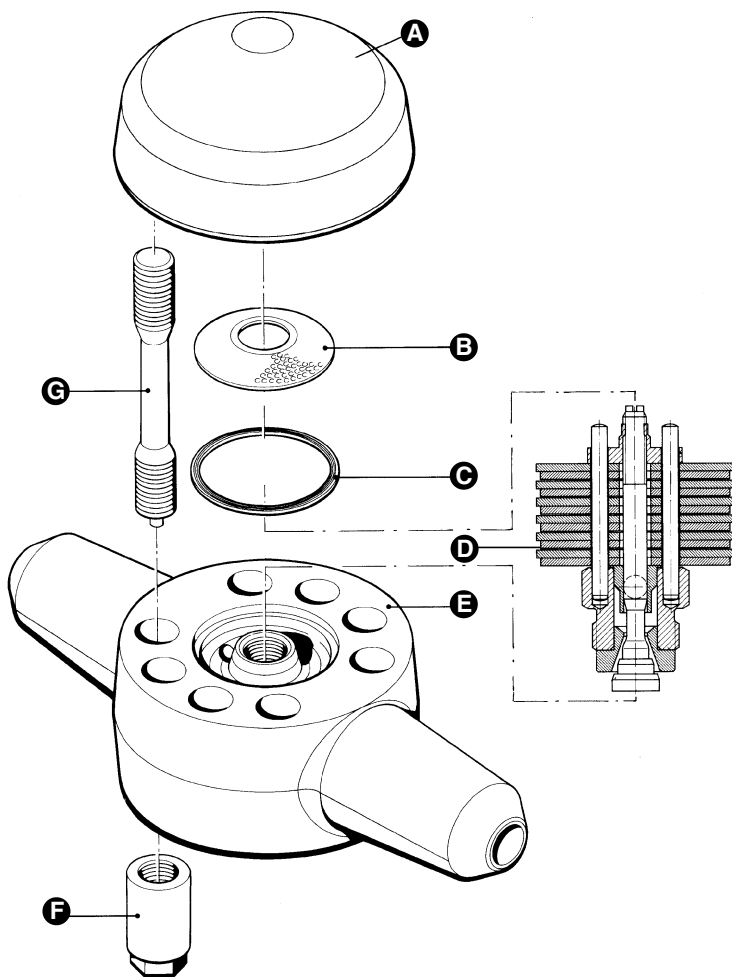

Fig. 4
1. Retirar a tampa **A** do corpo **E**, ver **fig. 4**